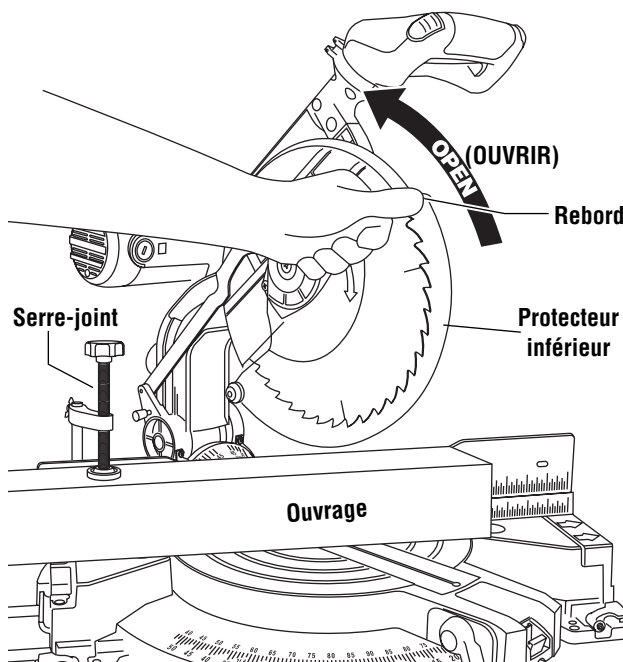

Figure 2. Levée du protecteur inférieur
- L'ouvrage doit être cramponné solidement. Ceci libère une main pour soulever le protecteur par le rebord suffisamment pour passer à côté de l'ouvrage (Figure 2).